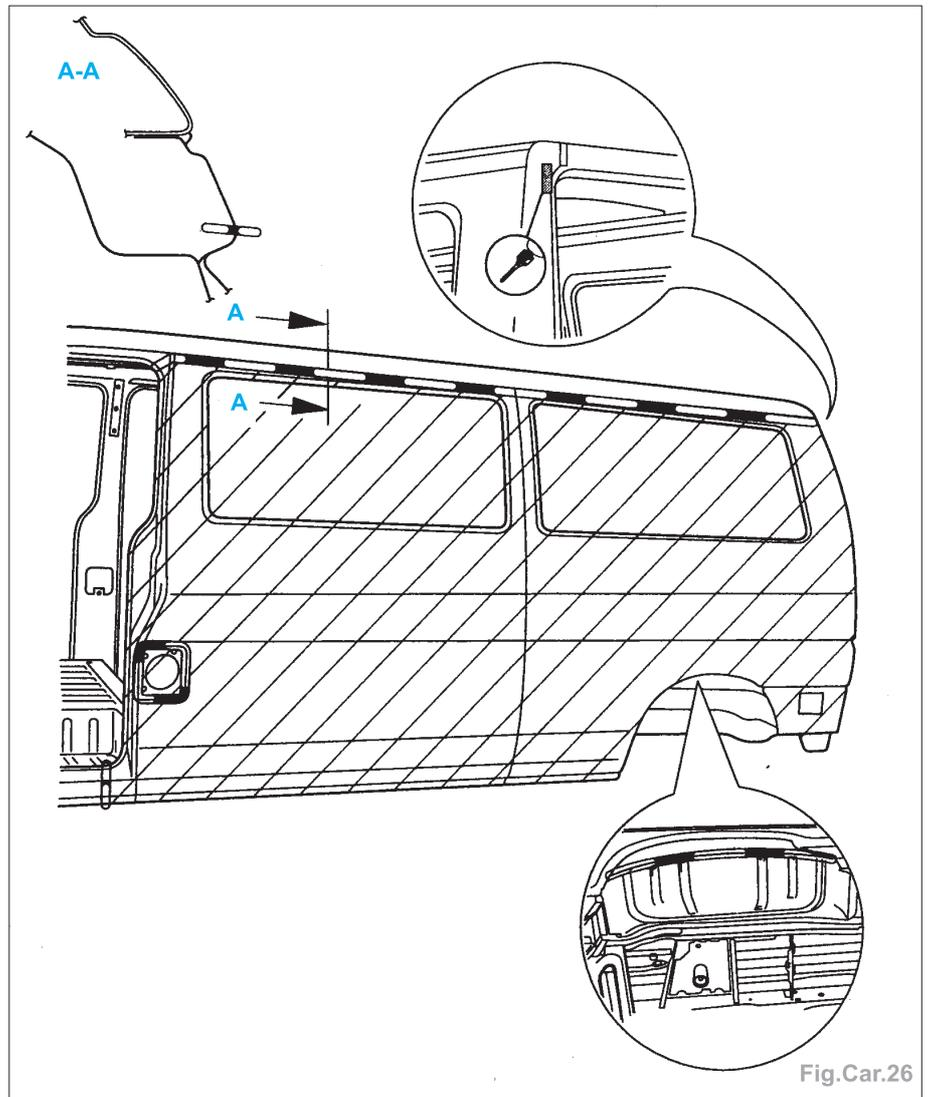

Fig.Car.26
- Effectuer la découpe sur le cadre de pavillon avec la scie de carrossier (Fig. Car.26).